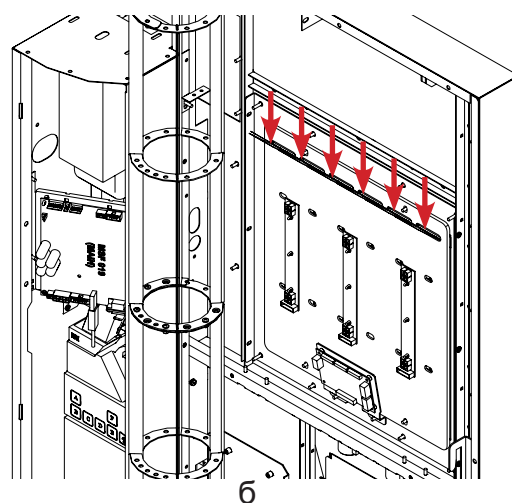

Рисунок 45 - Установка/замена ценников
- снять изоляционную крышку с задней стенки двери, открутив винты, с помощью отвертки (рис. 45а);
- извлечь/установить полоску с изображениями напитков из/в канал Сенсорной клавиатуры (рис. 45б);